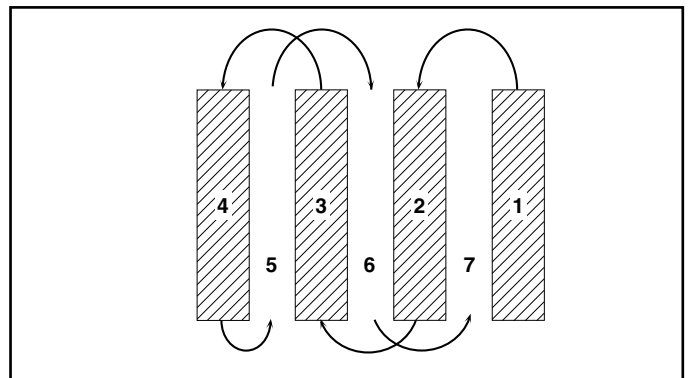

FIG. 14
- Va a descubrir que el labrado se facilita si deja una fila sin labrar entre las pasadas. Entonces vuelva de nuevo entre las filas de cultivo (Vea la Fig. 14). Hay dos razones para hacer esto. Primero, las vueltas amplias se pueden realizar con más facilidad que las cerradas. Segundo, la cultivadora no estará empujándose a sí misma y a usted hacia la próxima hilera.